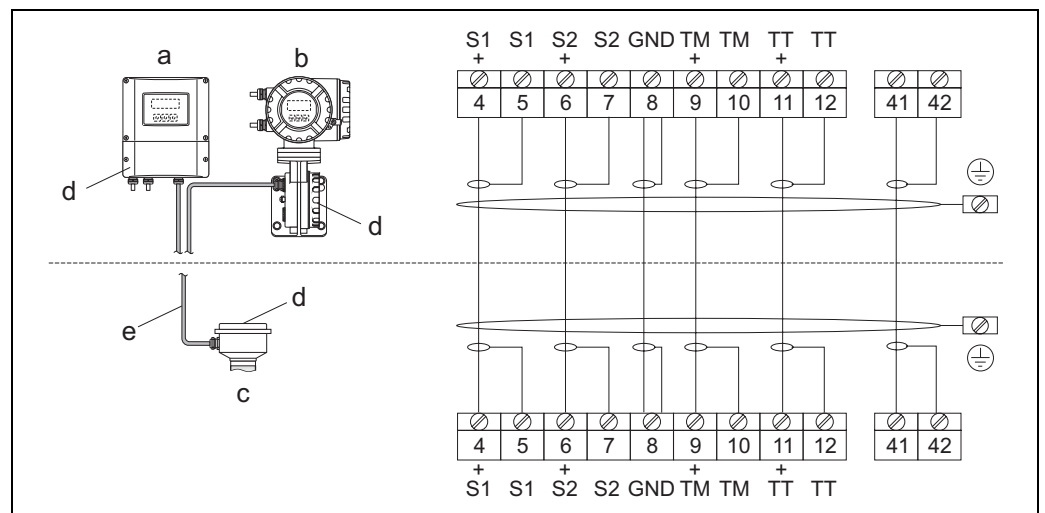

Fig. 20: Collegamento della versione separata
3. Realizzare le connessioni tra sensore e trasmettitore in base allo schema elettrico (v. Fig. 20 o allo schema elettrico presente nel coperchio filettato).